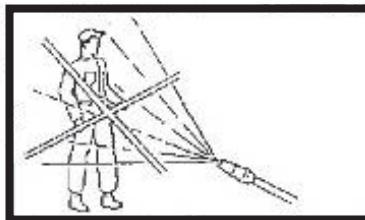

Рис. 3
- Нельзя направлять струю на людей, включенное электрическое оборудование или на саму установку. Не направляйте струю на себя или на других людей для того, чтобы очистить одежду или обувь (рис. 3 и 4).